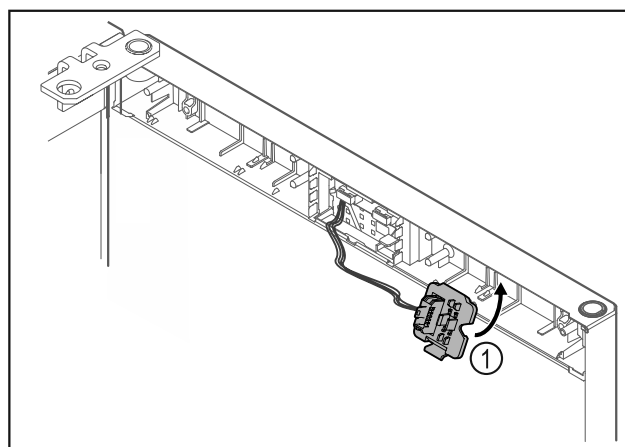

Fig. 15
- Encaje el soporte de conectores Fig. 15 (1) en el lado opuesto.